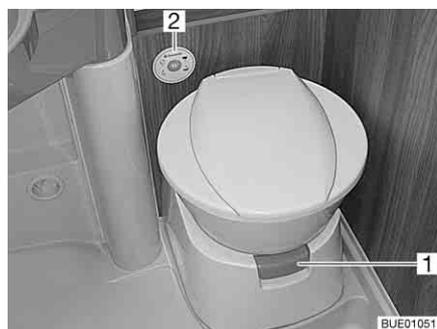
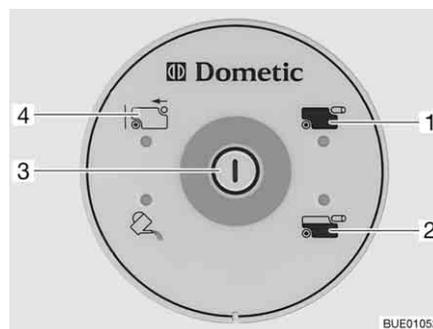

Fig. 262 Taza del inodoro con unidad de control y de mando
Fig. 263 Unidad de control y de mando del inodoro
Antes de utilizar el inodoro dejar que un poco de agua llegue a la taza del inodoro. Para esto, pulsar el botón de lavado (Fig. 263,3) en la unidad de control y de mando (Fig. 262,2).
- Antes del lavado, abrir la corredera del inodoro. Para esto extraer la palanca de corredera (Fig. 262,1).
- Para lavar, pulsar el botón de lavado (Fig. 263,3).
La luz de control (Fig. 263,2) se enciende cuando 3/4 del depósito de aguas fecales están llenos.
La luz de control (Fig. 263,1) se enciende cuando es necesario vaciar el depósito de aguas fecales.
- Hundir la palanca de corredera (Fig. 262,1). Se cierra la corredera. Para el vaciado **debe** estar cerrada la corredera del inodoro.
- Inclinar el depósito de aguas fecales un poco y a continuación sacarlo completamente. En la unidad de control y de mando se enciende el visualizador "depósito de aguas fecales sacado" (Fig. 263,4).